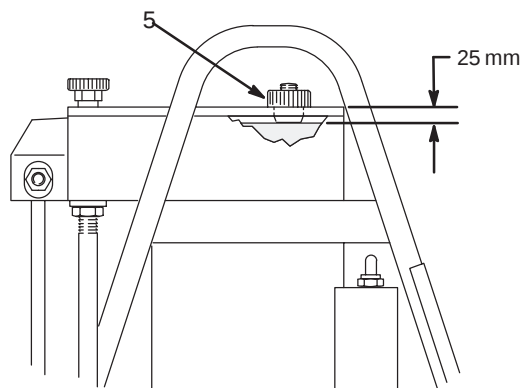

Fig. 1
4. **Compruebe el nivel de aceite hidráulico.** Desenrosque el tapón de llenado (5). El nivel de aceite debe estar a 25 mm de la parte superior de la placa. Si el nivel está bajo, agregue el aceite hidráulico ligero necesario; utilice únicamente Aceite Hidráulico Graco, Ref. No 218–797. Coloque el tapón de llenado. Vea la Fig. 1.